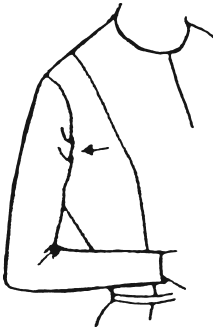

Рис. 210
10. **Удлинение рукавчика.** За редким исключением облегающий рукав, если он не слишком короток, носить не очень удобно. Это не касается эластичных тканей, поэтому ничто не мешает при желании использовать лиф с зауженной проймой (рис. 99) и при этом значительно удлинить рукавчик (например, до сгиба локтя). Однако вы должны обязательно использовать зауженную пройму, иначе могут появиться некрасивые морщины в нижней части проймы, как показано на рис. 210. Этот дефект логически вытекает из за выпрямления кривизны оката рукава.